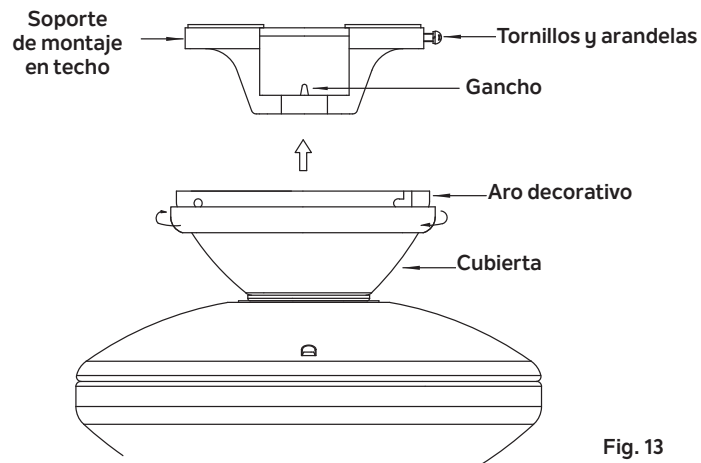

Fig. 13
Paso 3. Asegúrate de que los tornillos de montaje están apretados. (Fig. 13)